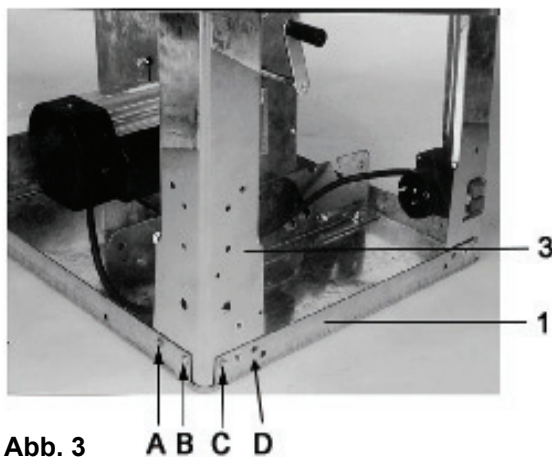

Abb. 3
- Nehmen Sie vier M6x16 Sechskantschrauben, vier M6 Unterlegscheiben und vier M6 Muttern, um Teil 3 auf Hauptteil 1 zu montieren. Die Schrauben sind in der Abb. 3 auf die Positionen A, B, C und D gesetzt und dürfen nicht zu fest gezogen werden.